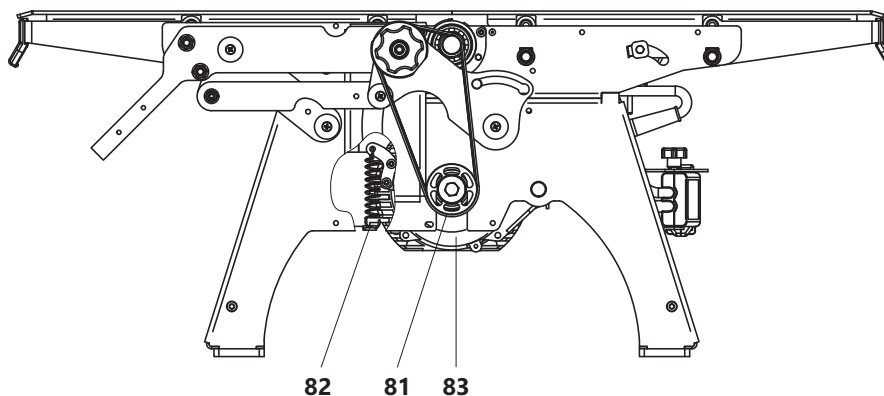

Рис. 22
- ослабить натяжение ремня 81 (рис. 22), отжав двигатель 83 вверх, либо сняв пружину натяжения 82;